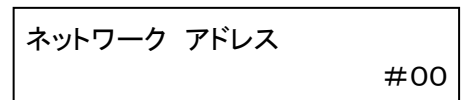

図 9-5 ネットワークアドレス変更画面
- ・ 本器のネットワークアドレスを表示します。(図 9-5)